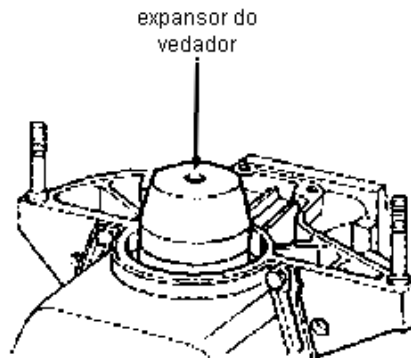

Figura 59: Instalação do expansor do vedador.
- instalar o expansor no vedador (peça de nylon da ferramenta 02-112-B) na árvore de manivelas, encaixando o seu pino-guia no rolamento da árvore primária (Figura 59);